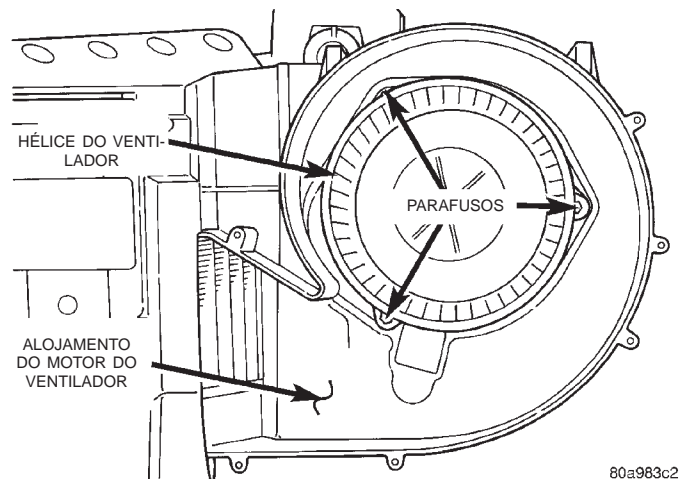

Fig. 56 Remoção/Instalação do Motor do Ventilador
(1) Remova e desmonte o alojamento do aquecedor-A/C. Consulte “Alojamento do Aquecedor-A/C” na seção “Remoção e Instalação”, deste grupo, para obter os procedimentos.
(2) Remova os três parafusos que prendem o conjunto da hélice e motor do ventilador ao alojamento do aquecedor-A/C (Fig. 56).